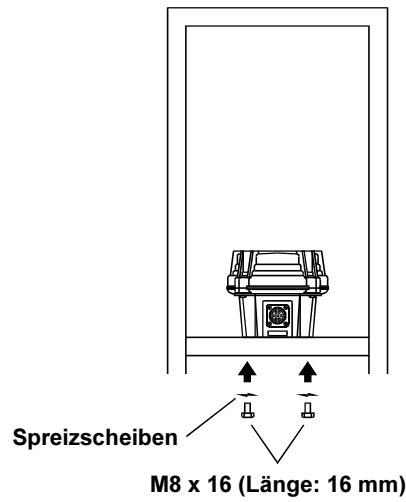

Abbildung 2
2. Nun befestigen Sie den Rotor mit Hilfe der mitgelieferten M8 x 16-Schrauben und Federscheiben auf der Rotorplattform des Mastes. Damit sich die Schrauben später leichter lösen lassen, empfiehlt es sich, die Schraubenspitzen vorher mit Schmierfett einzuschmieren (siehe Abbildung 2).